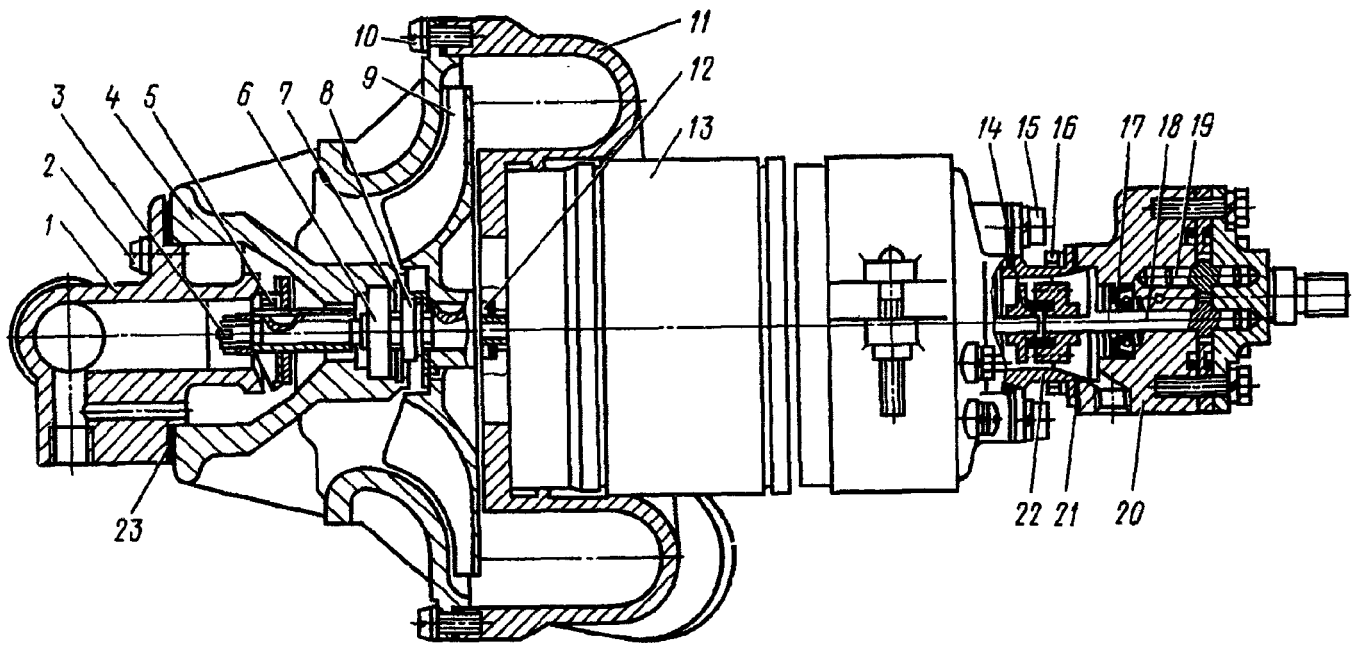

Рис. 122. Насос агрегатный:
1. Выверните два болта 15 (рис. 122) крепления переходника 22 к электродвигателю и четыре болта 16 крепления переходника к топливному насосу	Ключ 8 мм